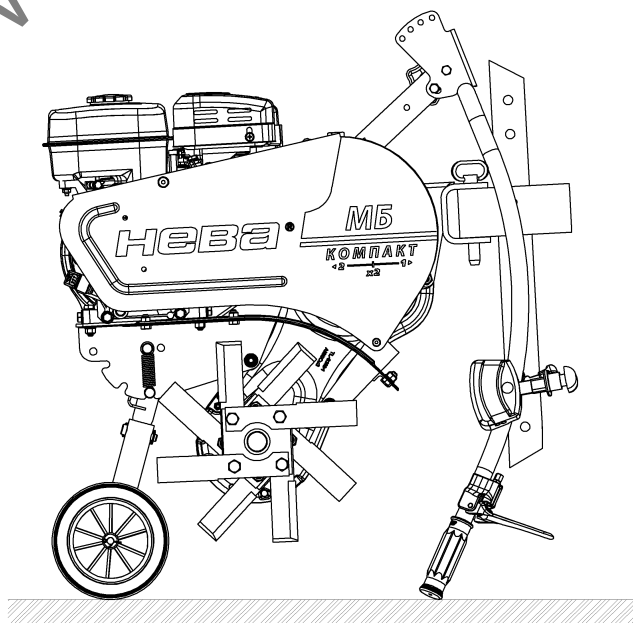

Рис.4 Парковочное положение (при дополнительном приобретении опорного колеса)
- Опустить руль в парковочное положение (рис.4)
Руль (Рулевая колонка) – предназначен для управления МБ, имеет регулировку по высоте и углу поворота, а так же используется для установки МБ в парковочное положение (рис.4)